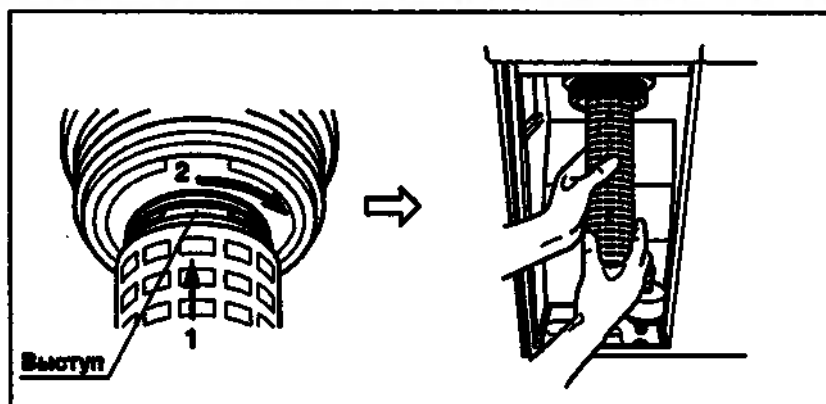

Рис. 4.17
6. Поверните новый водяной фильтр таким образом, чтобы выступ в верхней его части (сторона О-образного кольца) был ориентирован в направлении передней панели OER. Присоедините водяной фильтр к коннектору водяного фильтра и поверните его приблизительно на 90° в направлении, показанном на рис. 4.17, до сцепления выступа.